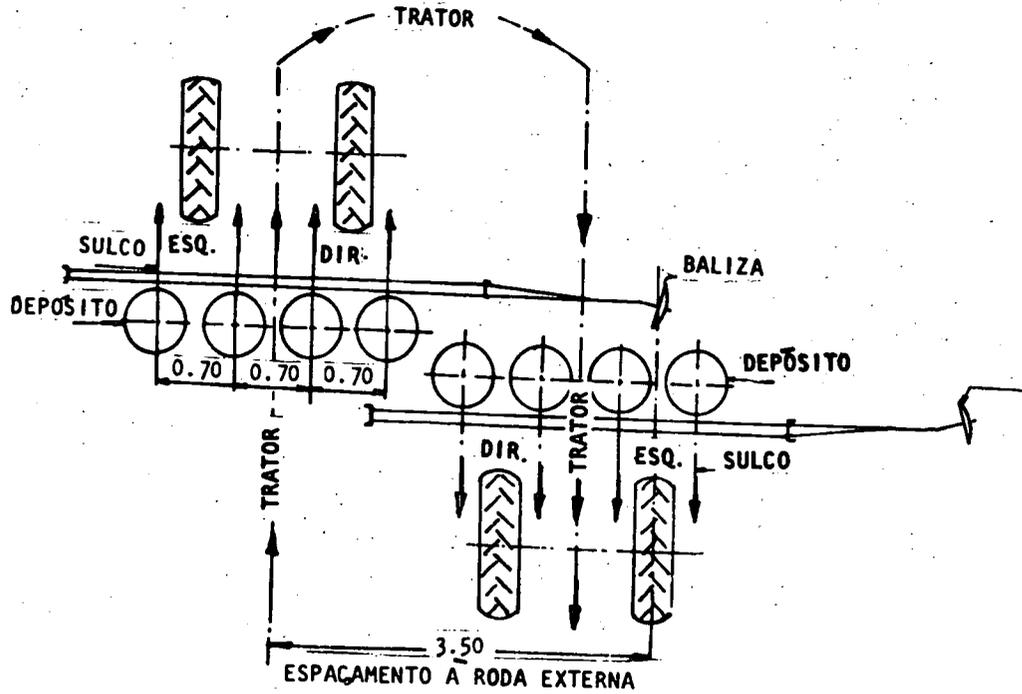

Fig. 8
- Deve ser igual a cinco vezes a distância entre sulcos (fig. 8),